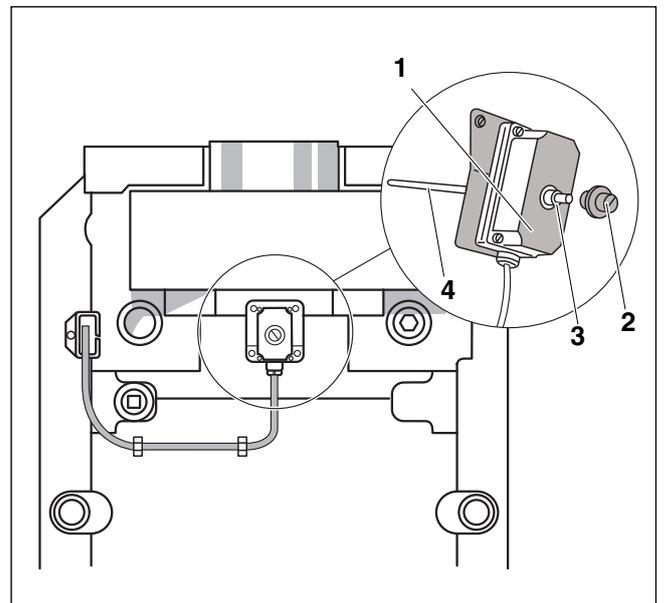

Рис. 33 Проверка системы контроля дымовых газов AW 10
- ▶ Снять систему контроля дымовых газов (→ рис. 33, [1]) с прерывателя тяги.
- ▶ При работающей горелке удерживать датчик температуры (→ рис. 33, [4]) в середине потока дымовых газов. Подача газа прекращается максимум на 120 секунд, и горелка выключается.
- ▶ Вновь установить систему контроля дымовых газов (→ рис. 33, [1]).
- ▶ Примерно через 2 минуты снять защитный колпачок (→ рис. 33, [3]) и нажать на разблокировочный штифт (→ рис. 33, [2]).